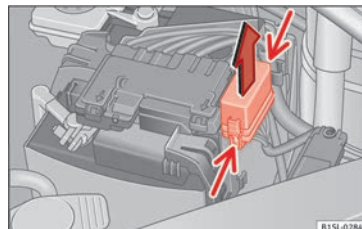

Fig. 144 No compartimento do motor: tampa da caixa de fusíveis.
- Pressione as patilhas de bloqueio no sentido indicado pela seta (setas finas) para desbloquear a tampa da caixa de fusíveis » **Fig. 144.**
① CUIDADO